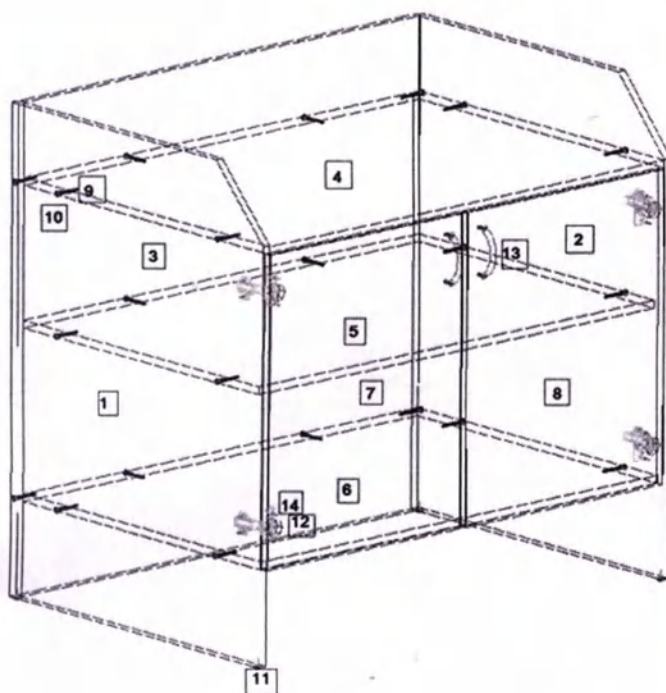

Рис.1
1. Внимательно ознакомьтесь со схемой сборки, изображённой на рис.1, сверяясь со спецификацией на изделие. Согласно схеме и спецификации определите расположение деталей в изделии и порядок их сборки. Сборка производится на ровном полу, укрытом материалом, предотвращающим повреждение покрытия пола и деталей мебели. Подготовьте необходимые для сборки инструменты – плоскую и крестовую отвёртки, молоток, рулетку или линейку.
2. На вертикальных стенках (1,2) установите подпятники (7). Евровинтами (5), как показано на рис. 1, соедините вертикальные стенки (1,2) с горизонтальной стенкой (3) и крышкой (4). Закройте головки евровинтов (5) заглушками (6). Крепление крышки (4) к боковым стенкам стола (1,2) должно быть дополнительно усилено установкой металлических уголков (8), крепятся шурупами 4х16 (9).